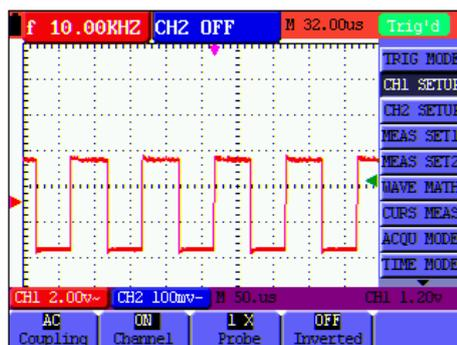

Figure 35 : couplage AC
- *La courbe est représentée comme dans les figures 35 et 36.